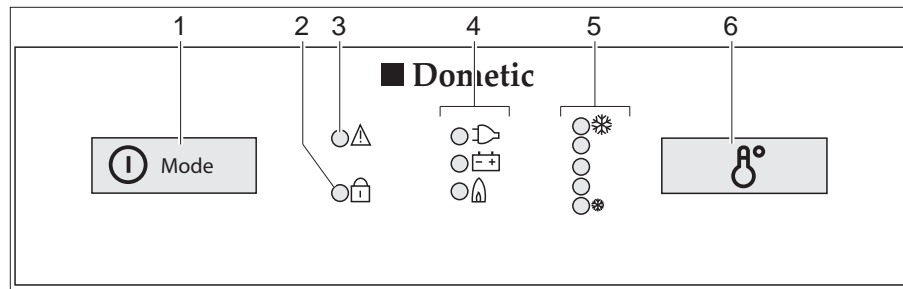

Bild 232 Bedienelemente für den Kühlschrank (Dometic 8er-Reihe mit MES)
- Den Einschalter/Energie-Wahlschalter (Bild 232,1) 2 Sekunden lang drücken, um das Gerät einzuschalten. Die LED der zuletzt gewählten Betriebsart leuchtet auf.
- Ggf. den Einschalter/Energie-Wahlschalter (Bild 232,1) mehrmals kurz drücken, bis die Betriebsanzeige Gas "🔥" aufleuchtet. Die Gaszufuhr ist geöffnet. Der Zündvorgang erfolgt automatisch. Ein tickendes Geräusch ist hörbar, bis der Zündvorgang erfolgreich abgeschlossen ist.
- Die Kühltemperatur mit dem Schalter für die Temperatureinstellung (Bild 232,6) einstellen.
- Ggf. den Einschalter/Energie-Wahlschalter (Bild 232,1) mehrmals kurz drücken, bis die Betriebsanzeige 230 V "⚡" aufleuchtet.
- Ggf. den Einschalter/Energie-Wahlschalter (Bild 232,1) mehrmals kurz drücken, bis die Betriebsanzeige 12 V "🔋" aufleuchtet.